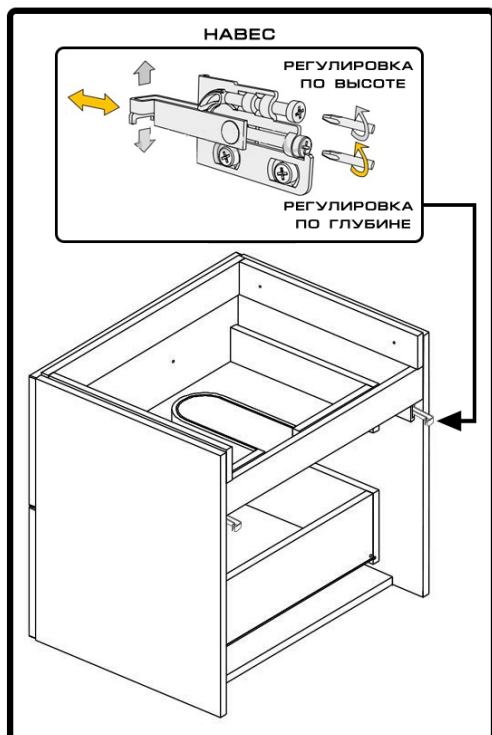

**РИС.6 РАЗМЕТКА ГАБАРИТОВ
- После того, как вы определитесь с местом нужно будет отметить общую высоту крепления раковины с тумбой, которая должна быть в пределах 80-85 см. В дальнейшем на стене стоит очертить общие габариты тумбы и зону подключения к водопроводу и канализации. Размеры зоны подключения определяются отступом 2-3х см. от низа, боков и места крепления тумбы к стене (**рис.6**).